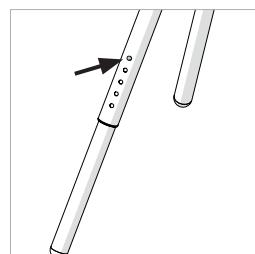

Fig. 3
- Tryck in det inre benets lässtift (**Fig. 3**) och dra försiktigt ut det inre benet till önskad position.
- Justera alla fyra (4) ben så att de alla är inställda på samma längd.